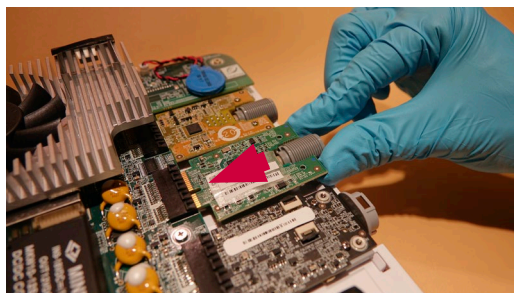

図18 新しいVDIボードの挿入
- c) 新しいVDIボードをメインボードコネクタに挿入します(図18)